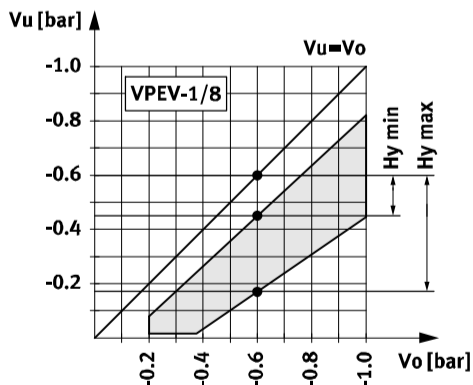
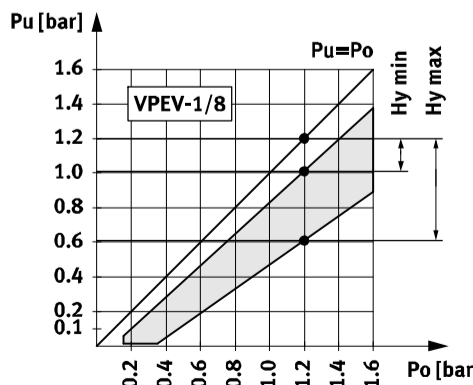

Рис. 4 Диапазон настройки при использовании в качестве реле вакуума
Рис. 5 Диапазон настройки при использовании в качестве реле давления
Переставив запорный винт [4] в пневматическом канале, можно эксплуатировать VPEV как реле давления → рис. 5. В таком случае в последующем тексте “вакуум” следует заменить словом “давление”.
Характеристика переключения реле вакуума → рис. 4
4.2 Настройка гистерезиса → рис. 4 / рис. 5
- Создайте на реле VPEV верхний переключающий вакуум V_o (нижний переключающий вакуум V_u плюс необходимый гистерезис H_u → рис. 4 / рис. 5). Индикатор остается неизменным.